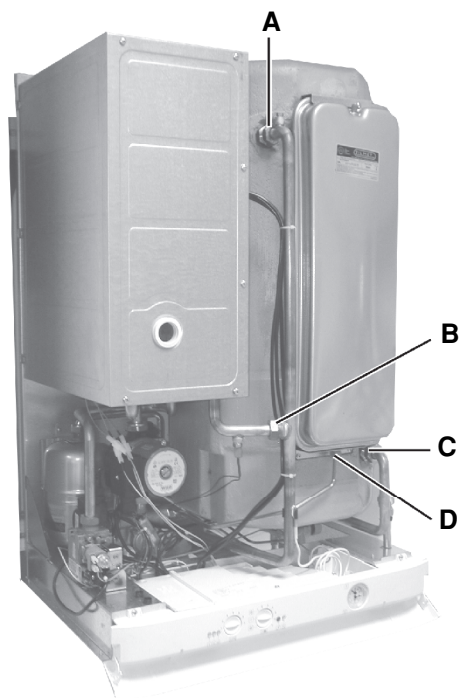

fig. 5
- 1) Svitare i dadi A, B, C e D (fig.5).